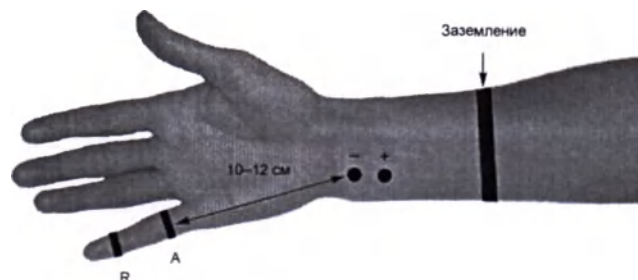

Рис. 50 Наложение электродов A — активный электрод (черный), R — референтный электрод (красный)
3. Наложите электроды на пятый палец исследуемой руки. Активный электрод (черный) накладывают на проксимальную фалангу пятого пальца. Референтный электрод (красный) накладывают на дистальную фалангу (рис. 50).